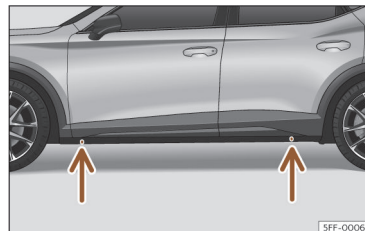

Fig. 237 Pontos de apoio do macaco.
- Procure na longarina a marca do ponto de apoio do macaco (zona afundada) mais próximo da roda a substituir >>> **Fig. 237.**